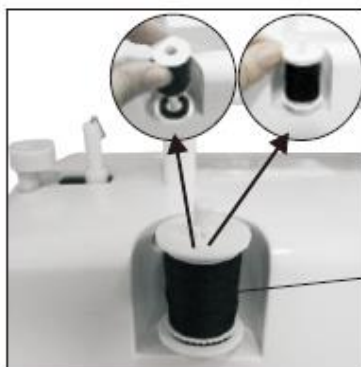

Bild 20
1. Sätt en trådrulle på trådrullehållaren (bild 20).